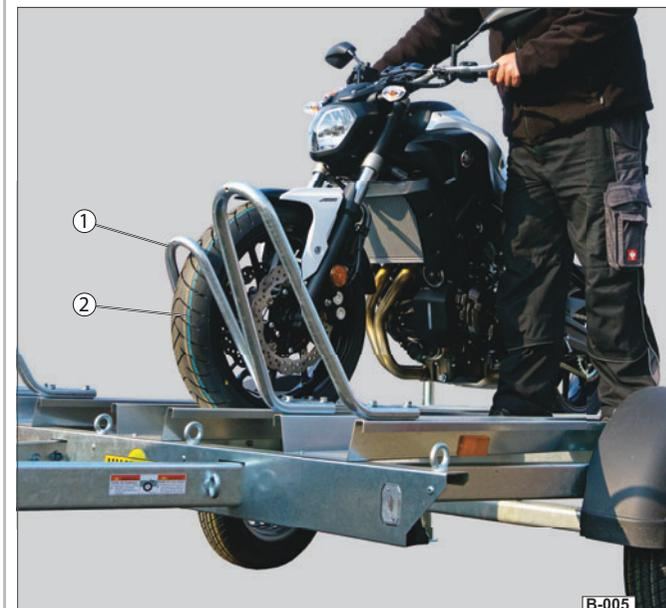

Abb. 4 Vorderrad fixieren
- ▶ Fahren Sie das Vorderrad (Abb. 4/2) soweit in den Standbügel (Abb. 4/1) bis der Reifen komplett anliegt und der Lenker sich nicht mehr bewegen lässt.